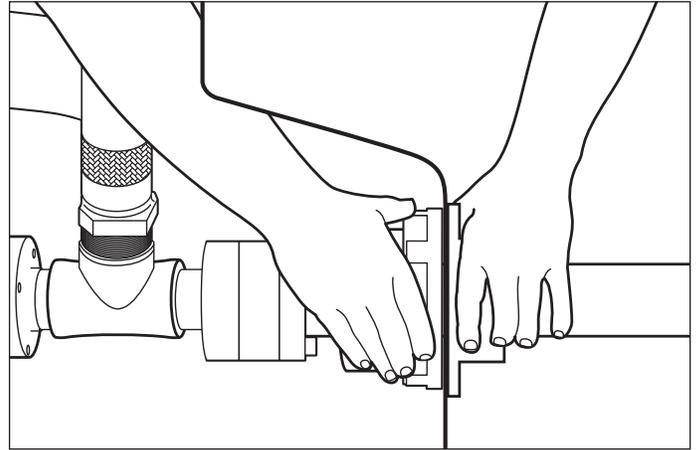

Figure 21-3
8. Utilisez une cartouche de mélange époxydique avec un pistolet pour couvrir la surface dentelée du corps fileté et l'anneau de blocage intérieur. Serrez-les tous les deux sur la paroi du puisard (Figure 21-3). Pour les puisards en acier inoxydable, il y a un joint Viton à utiliser au lieu de l'époxy.